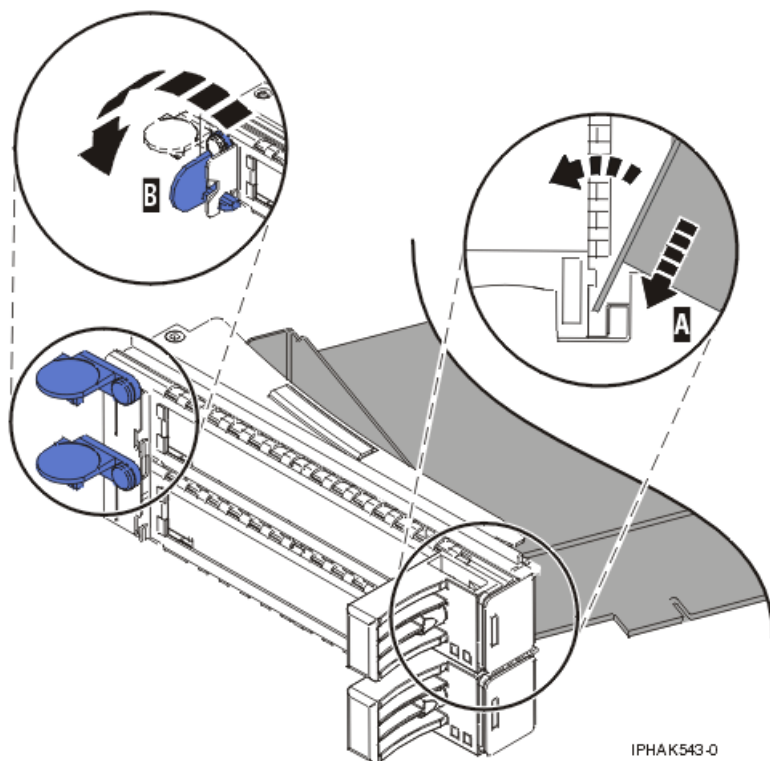
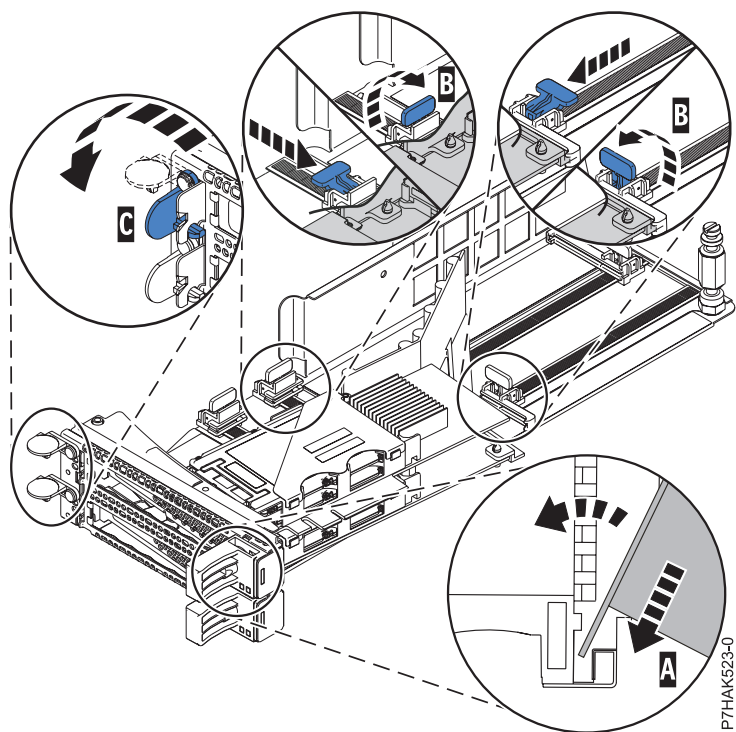

Figura 98. Adaptador substituído na cassete de adaptador PCI
Figura 99. Substituir um adaptador PCIe RAID e SSD SAS numa cassete de adaptador PCI
- a. Com o grampo de contraponto na posição de aberto, insira o adaptador firmemente no canal de fixação do contraponto (**A**). Caso se trate de um adaptador PCI comum, consulte Figura 98 na página 106. Caso se trate de um adaptador PCIe RAID e SSD SAS, consulte Figura 99 na página 106.